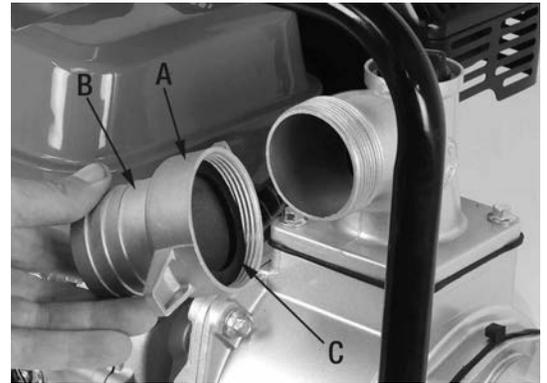

Figure 5
- 1) Dévissez l'écrou de connexion (A) Fig.5, placez l'adaptateur pour boyau (B) à l'intérieur de l'écrou de connexion, ensuite placez et appuyez un joint d'étanchéité (C) à l'intérieur de l'écrou de connexion, contre l'adaptateur pour boyau. Fig.5 illustre l'assemblage de l'écrou de connexion de sortie.